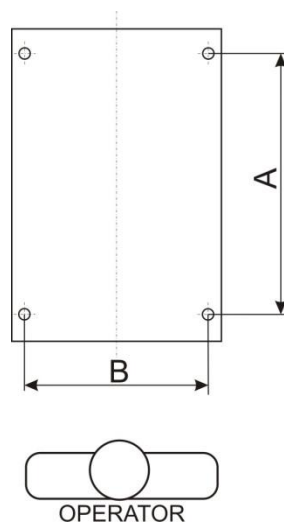
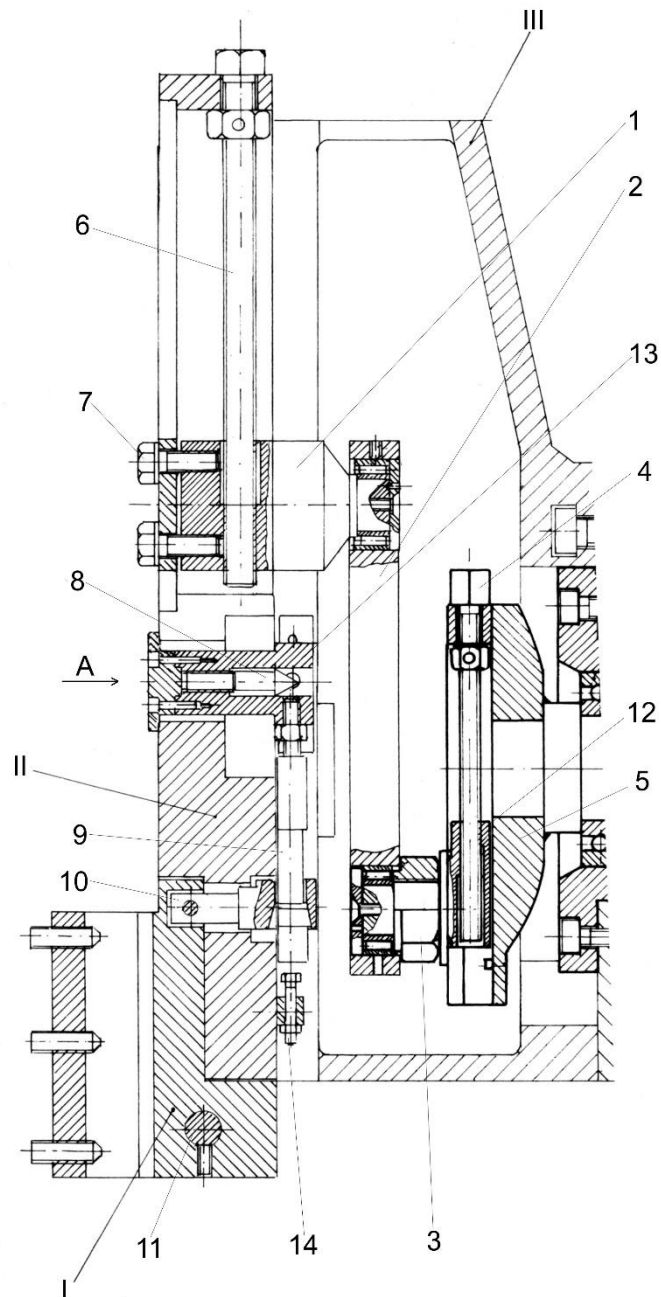

Abb. 9
Abb. 15
Die Stoßmaschine braucht keine spezielle Nivellierung; es genügt wenn der Arbeitsplatz eben und mit Betonbelag versehen ist. Für mehr stabile Funktion ist es erforderlich, die Maschine mit 4 Schrauben gemäß dem Plan auf der Abb. 9 zu befestigen. Es können Ankerbolzen verwendet werden oder Öffnungen mit Durchmesser 100 x 100 mm gemacht werden, indem darin normale Schrauben M12x150 zu betonieren sind.
Mit „220“ ist auf der Abb. 9 der Zwischenschlitten gekennzeichnet. Seine Hauptbestimmung ist, das Fundament und den Tisch der Maschine durch zwei gegenseitig senkrechte Führungen zu verbinden. Mit der Führung zum Fundament bewegen sich der Zwischenschlitten mit den Einheiten darauf in Richtung vom Arbeiter zur Maschine (quer) und mit der anderen Führung bewegt sich der Tisch in Längsrichtung.
Mit „235“ ist auf der Abb. 9 der Drehtisch gekennzeichnet.
Mit „300“ ist auf der Abb. 9 der Kopf der Maschine gekennzeichnet. Seine Hauptbestimmung ist, das Gleitstück mit dem Messerhalter zu tragen, in dem das Arbeitswerkzeug montiert wird und durch die Führungen die sichere und ohne Spielraum führende Bewegung zu gewährleisten.
Mit „310“ ist auf der Abb. 9 und II auf der Abb. 15 das Gleitstück der Maschine gekennzeichnet. Es führt Vor- und Rückwärtsbewegung aus und trägt den Messerhalter. Es ist präzise an die führenden Flächen des Kopfs angepasst. Sein Arbeitshub kann stufenlos von 0 bis 320 mm.
Die Vergrößerung und die Reduzierung des Hubs des Gleitstücks werden folgenderweise gemacht – Abb. 15.
1. Nehmen Sie das Schutzglas ab, das sich rechts vom Kopf befindet. Mit Hilfe der schwarzen Tasten am Pult drehen Sie die Kulisze 5 der Maschine so, dass die Mutter 3 der Abb.15 gegenüber dem Glas ist.
Dies geschieht folgenderweise – Abb. 15.
Mit „320“ ist auf der Abb. 9 der Messerhalter der Maschine gekennzeichnet. Auf der Abb. 15 ist er mit I gekennzeichnet. Der Messerhalter ist mit einem Abschlag versehen; bei Bewegung des Gleitstücks nach oben (keine Arbeitsbewegung) trennt sich das Messer von der Nutfläche, um nicht daran zu reiben.